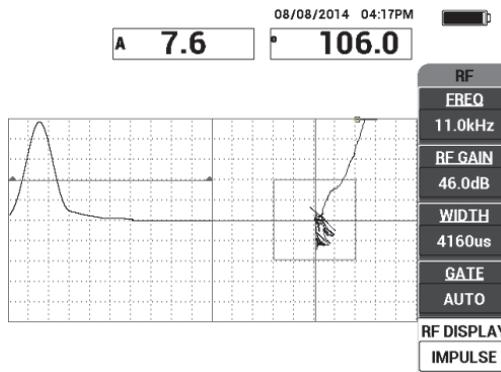

Figura 6-6 Modo de visualización IMPULSE
6. Es posible ajustar el parámetro **RF DISPLAY** (visualización de radiofrecuencia) [tecla de función E] a **IMPULSE** (ver la Figura 6-6 en la página 141). Sin embargo se recomienda utilizar el modo **RF DISPLAY** ya que permite interpretar fácilmente cada oscilación de señal.